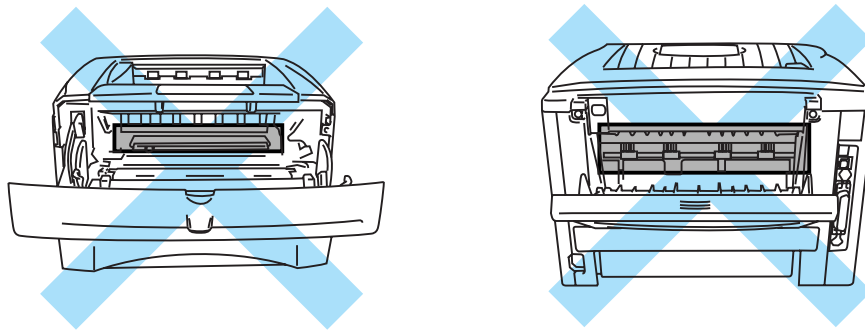

Figure 6-2
**⚠** Juste après l'emploi, certains composants internes de l'imprimante atteignent une température extrêmement élevée. Quand vous ouvrez le capot avant ou le plateau d'éjection face imprimée dessus, vous ne devez en aucun cas toucher les parties qui sont représentées en grisé dans la figure 6-2.